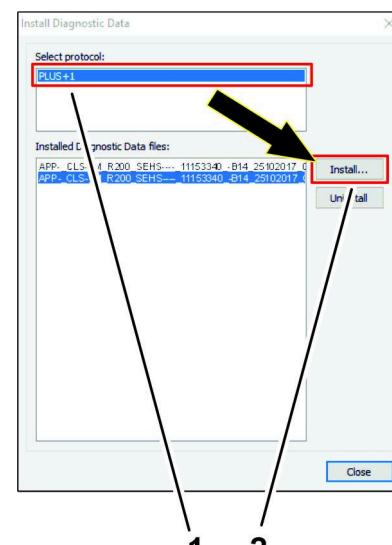

Figura 54
- En el cuadro de diálogo Select Protocol (Seleccionar Protocolo), haga clic en el icono PLUS+1, y pulse el icono INSTALL (Instalar) (Figura 54).